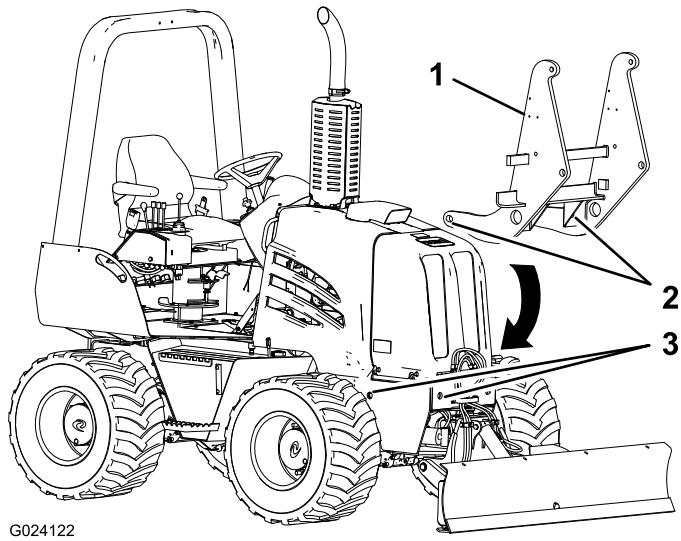

Figura 1
3. Utilice un equipo de izado para elevar o bajar el bastidor de montaje hasta que los taladros del bastidor de montaje queden alineados con los de la máquina; consulte Figura 1.